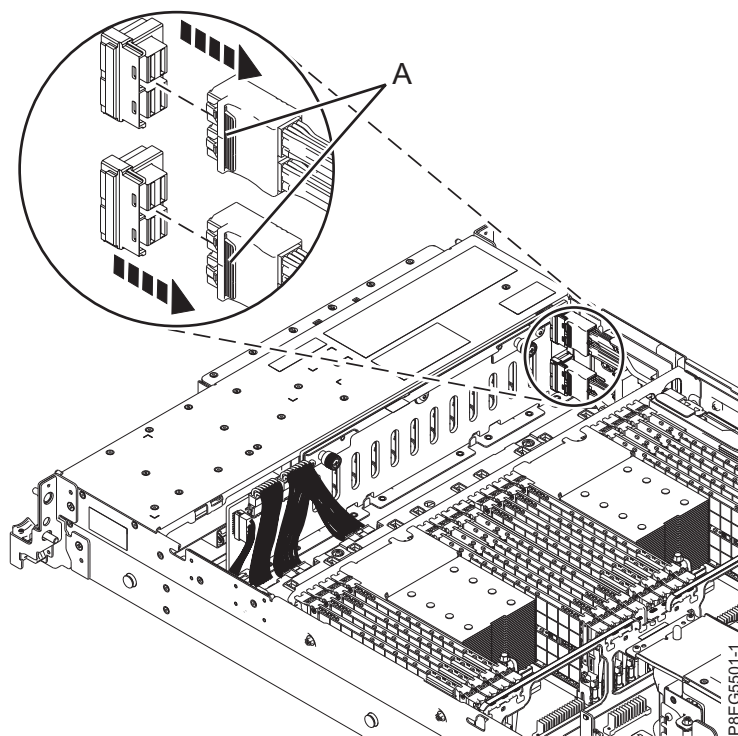

図 10. 前面 SAS ケーブルをディスク・ドライブ・バックプレーンから取り外す
3. 取り外す対象の SAS RAID 内部アダプターに接続されている前面 SAS ケーブルに、ラベルを貼ります。図 10 に示すように、止め金 (A) を押さえてケーブルのコネクターのプラグをディスク・ドライブ・バックプレーンから抜きます。このケーブルの反対側のプラグは、抜くように指示があるまでは SAS RAID 内部アダプターの P1 または P2 コネクターに差し込んだままにしておきます。